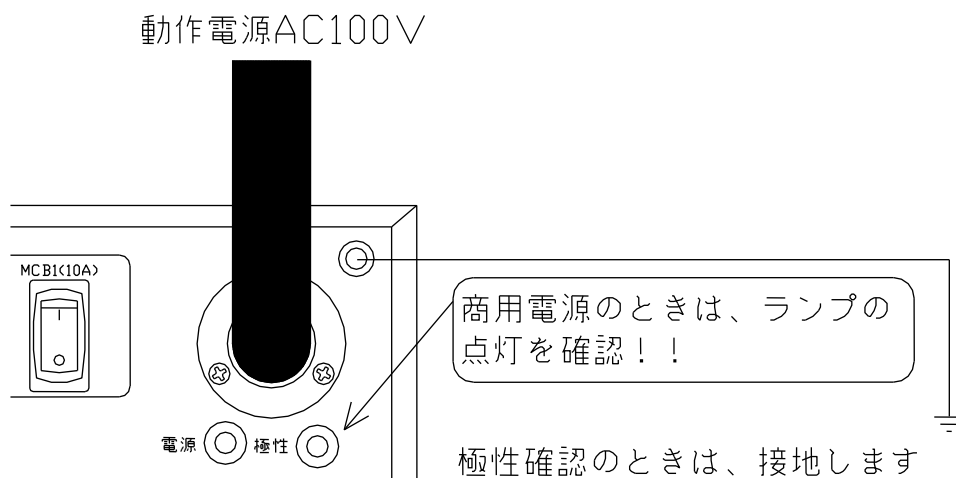

図4：電源の極性確認方法
4. 試験装置の電源スイッチが“OFF”になっていることを確認し、電源コネクタに試験用電源(AC100V)を入力します。商用電源を使用する場合は接地端子を接地し、極性ランプが点灯する方向へ電源プラグの向きを合わせて下さい。(図4)